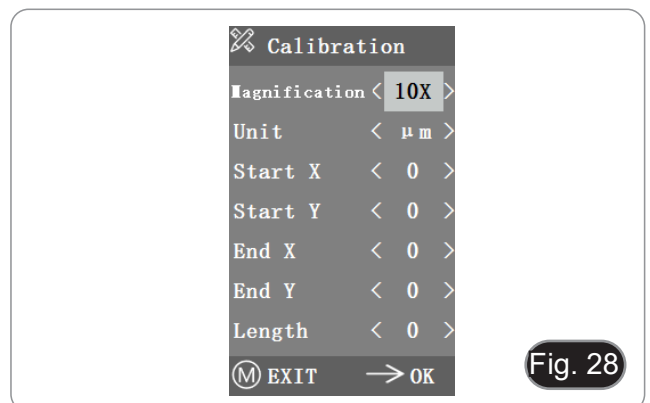

Fig. 28
3. Tras entrar en el menú Calibración, aparece el cuadro de diálogo de la Fig. 28.